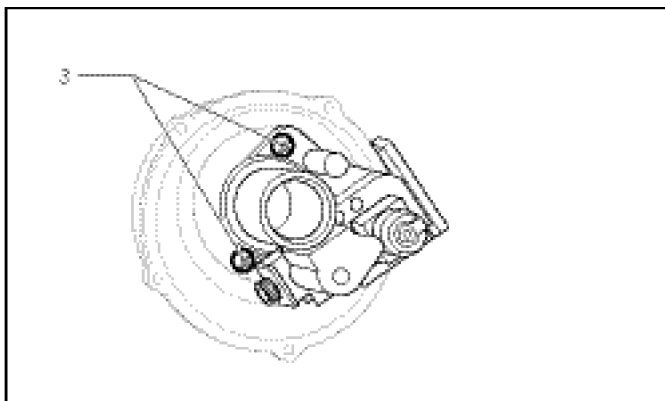

Рис. 8.8 Газовая арматура
- Отвинтите 2 крепежных винта (3) на газовой арматуре и демонтируйте воздуходувку с газовой арматуры (рис. 8.8 / 8.9)
- Освободите 2 крепежных винта (3) на газовой арматуре и снимите воздуходувку (рис. 8.8)